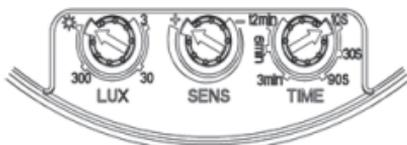

Рис. 13.
1. Поверните ручку регулировки времени против часовой стрелки до минимума, поверните ручку «LUX» по часовой стрелке до максимума (солнце), ручку регулировки «SENS» по часовой стрелке до максимума (+) (рис.13);